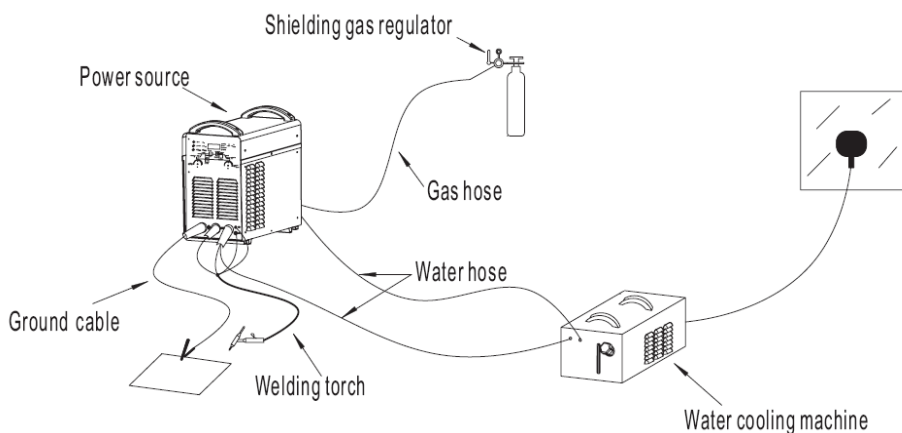

Рисунок 19 Подключение отдельного блока жидкостного охлаждения горелки
**Подключение аппарата с интегрированным блоком жидкостного охлаждения показано на Рис. 19:**